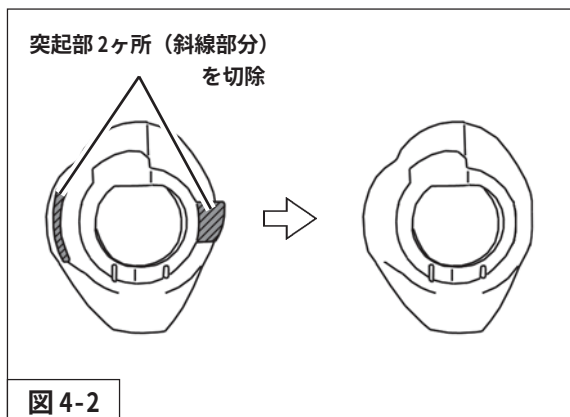

図4-2
2. 純正ロアマウンティングラバーの突起部2ヶ所(斜線部分)を切除してください。(図4-2)